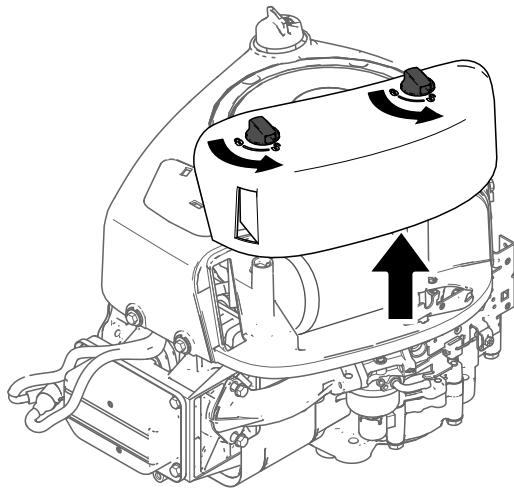

Figure 37
- Reposez le couvercle et fixez-le avec les verrous (Figure 37).